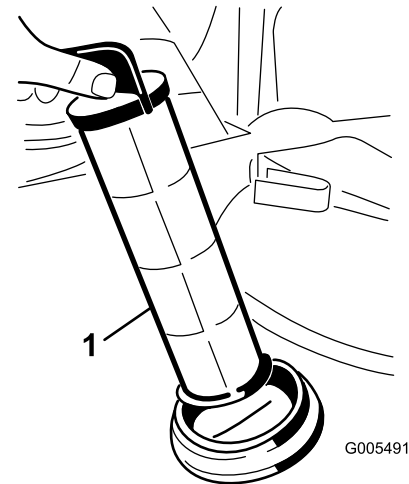

Figure 32
- Sortez la crépine d'aspiration de son logement dans le réservoir (Figure 32).